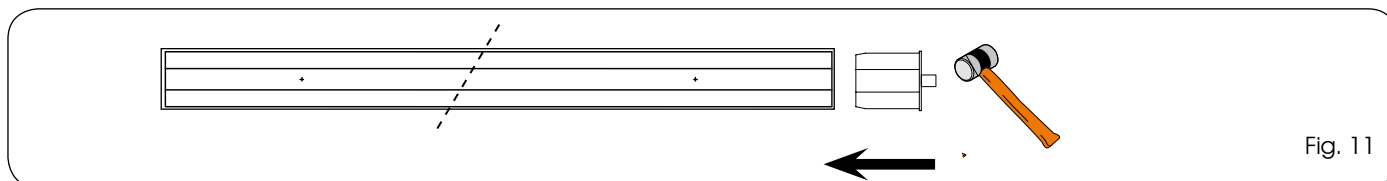

Fig. 11
Monter la calotte (Fig.1 réf. ⑤) directement sur le rouleau fixe (Fig.1 réf. ③). Voir figure 11